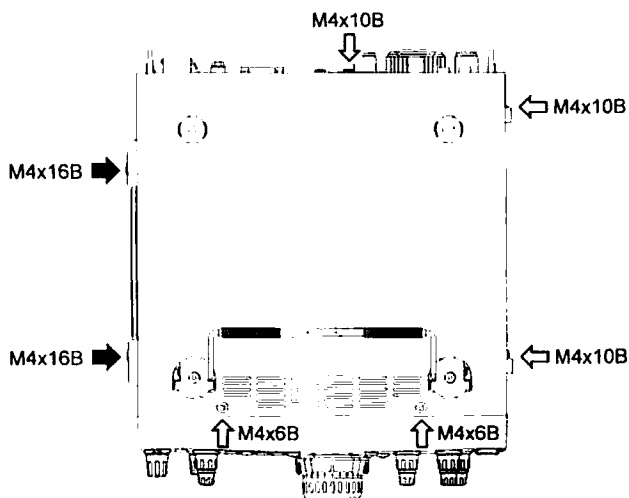

Figura 1
- ① Para empezar, retire la manilla y la cubierta inferior del transceptor (refiérase a la figura 1). No se olvide de sacar el tornillo adherido al panel posterior.